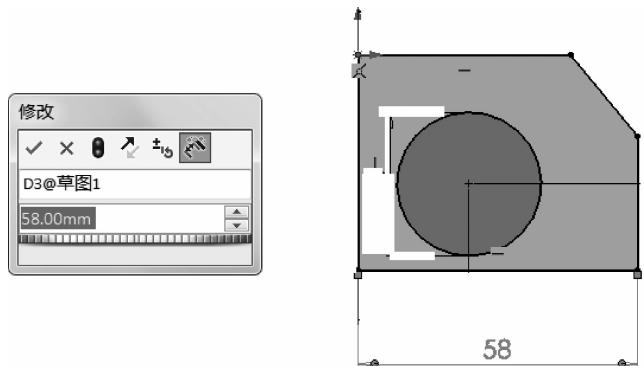
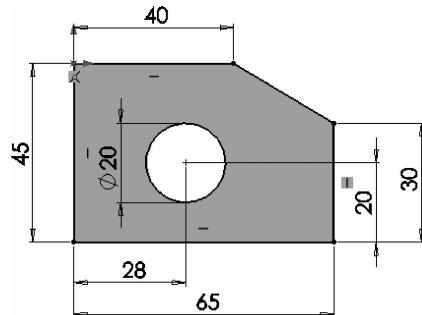

图 1-37 在微调框中输入“65mm”
图 1-38 最终完成的基体零件模型的草图
①单击【智能尺寸】按钮，完成某个尺寸标注(如“58”)的同时弹出【修改】对话框。
②在微调框中输入“65mm”(见图 1-37)，单击 \checkmark 按钮，完成尺寸的修改。按同样方法标注并修改其他尺寸，最终完成的草图如图 1-38 所示。